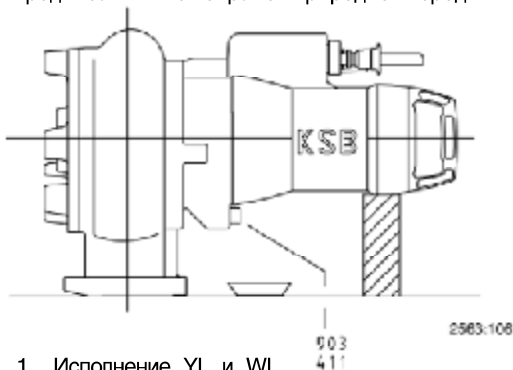

Рис. 1 Исполнение YL и WL
- Уложите насос согласно рис. 1 или 2 (исполнение YL и WL).